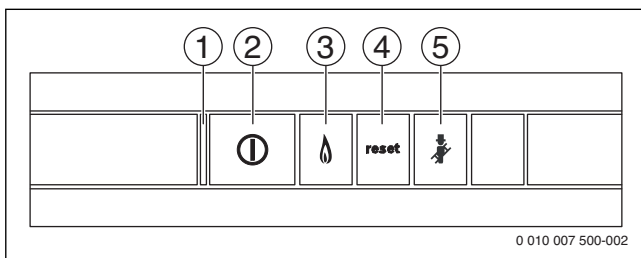

Bild 170 Bedientasten
- ▶ Gerät am Ein/Aus-Schalter (→ Bild 170) einschalten.